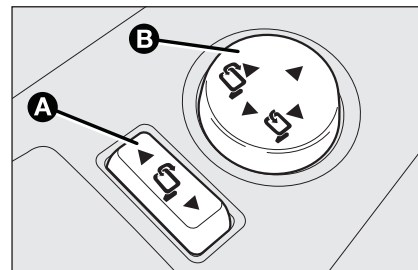

fig. 36
- ☐ placer le sélecteur **A-fig. 36** dans la position neutre (aucun rétroviseur sélectionné);
- ☐ plier le rétroviseur, en agissant dans les positions latérales du joystick **B-fig. 36**;